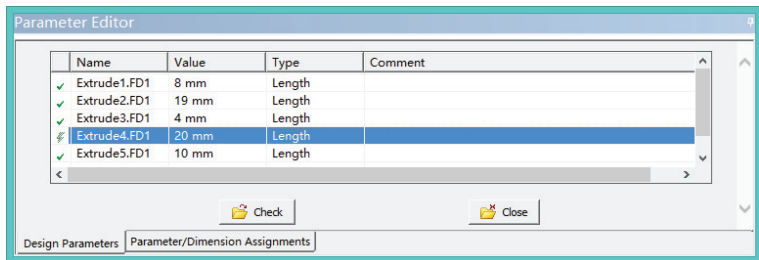

图 3-114 修改已选参数
1) 将 Parameter Editor 窗口中的参数 Extrude4.FD1 修改为 20mm，如图 3-114 所示。